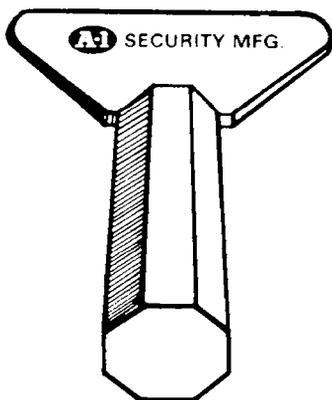

Рис. 5.28. Ключ для конических гаек необходим для технического обслуживания автомобильных замков (С разрешения компании A-1 Security Manufacturing Corp.)
- Ключ для конических гаек (рис. 5.28)